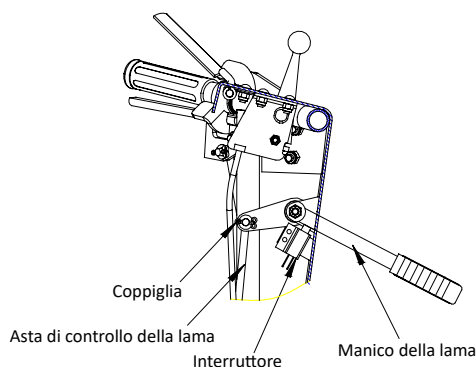

FIG 15.
- Il manico della lama deve essere in posizione di aggancio. La maniglia deve comprimere il pressostato di almeno 5 mm, altrimenti la lunghezza dell'asta deve essere regolata. Per cambiare la lunghezza dell'asta, rimuovere la coppiglia dal gruppo superiore dell'asta di controllo della lama. Rimuovere l'asta dal foro della staffa della leva. Ruotare l'asta fino a raggiungere la lunghezza desiderata per far comprimere correttamente l'interruttore. Reinstallare l'asta nel foro della staffa della leva e aggiungere la coppiglia. (Vedere FIG 15)